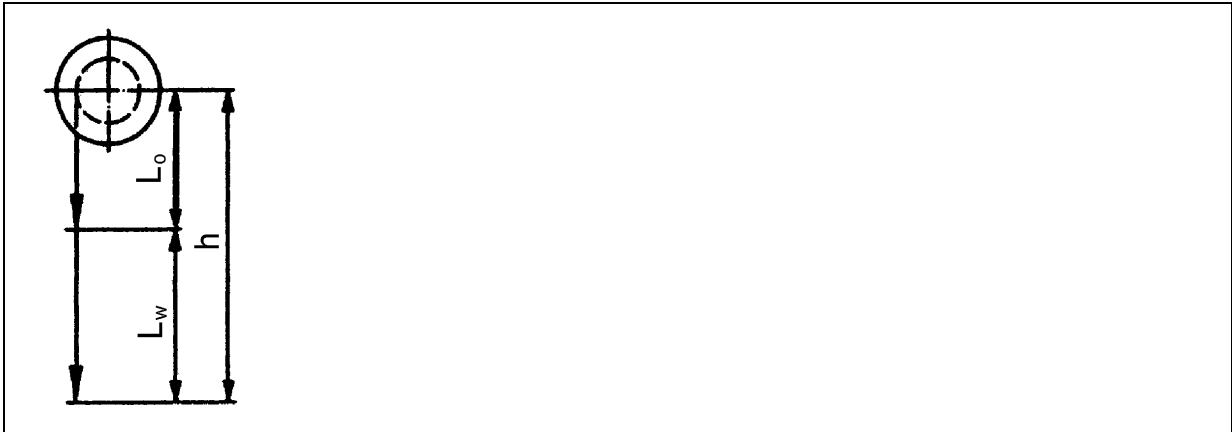

Bild 3: Hubbetrieb
3.2 Leitungsabzug: senkrecht nach unten (vgl. Bild 3)